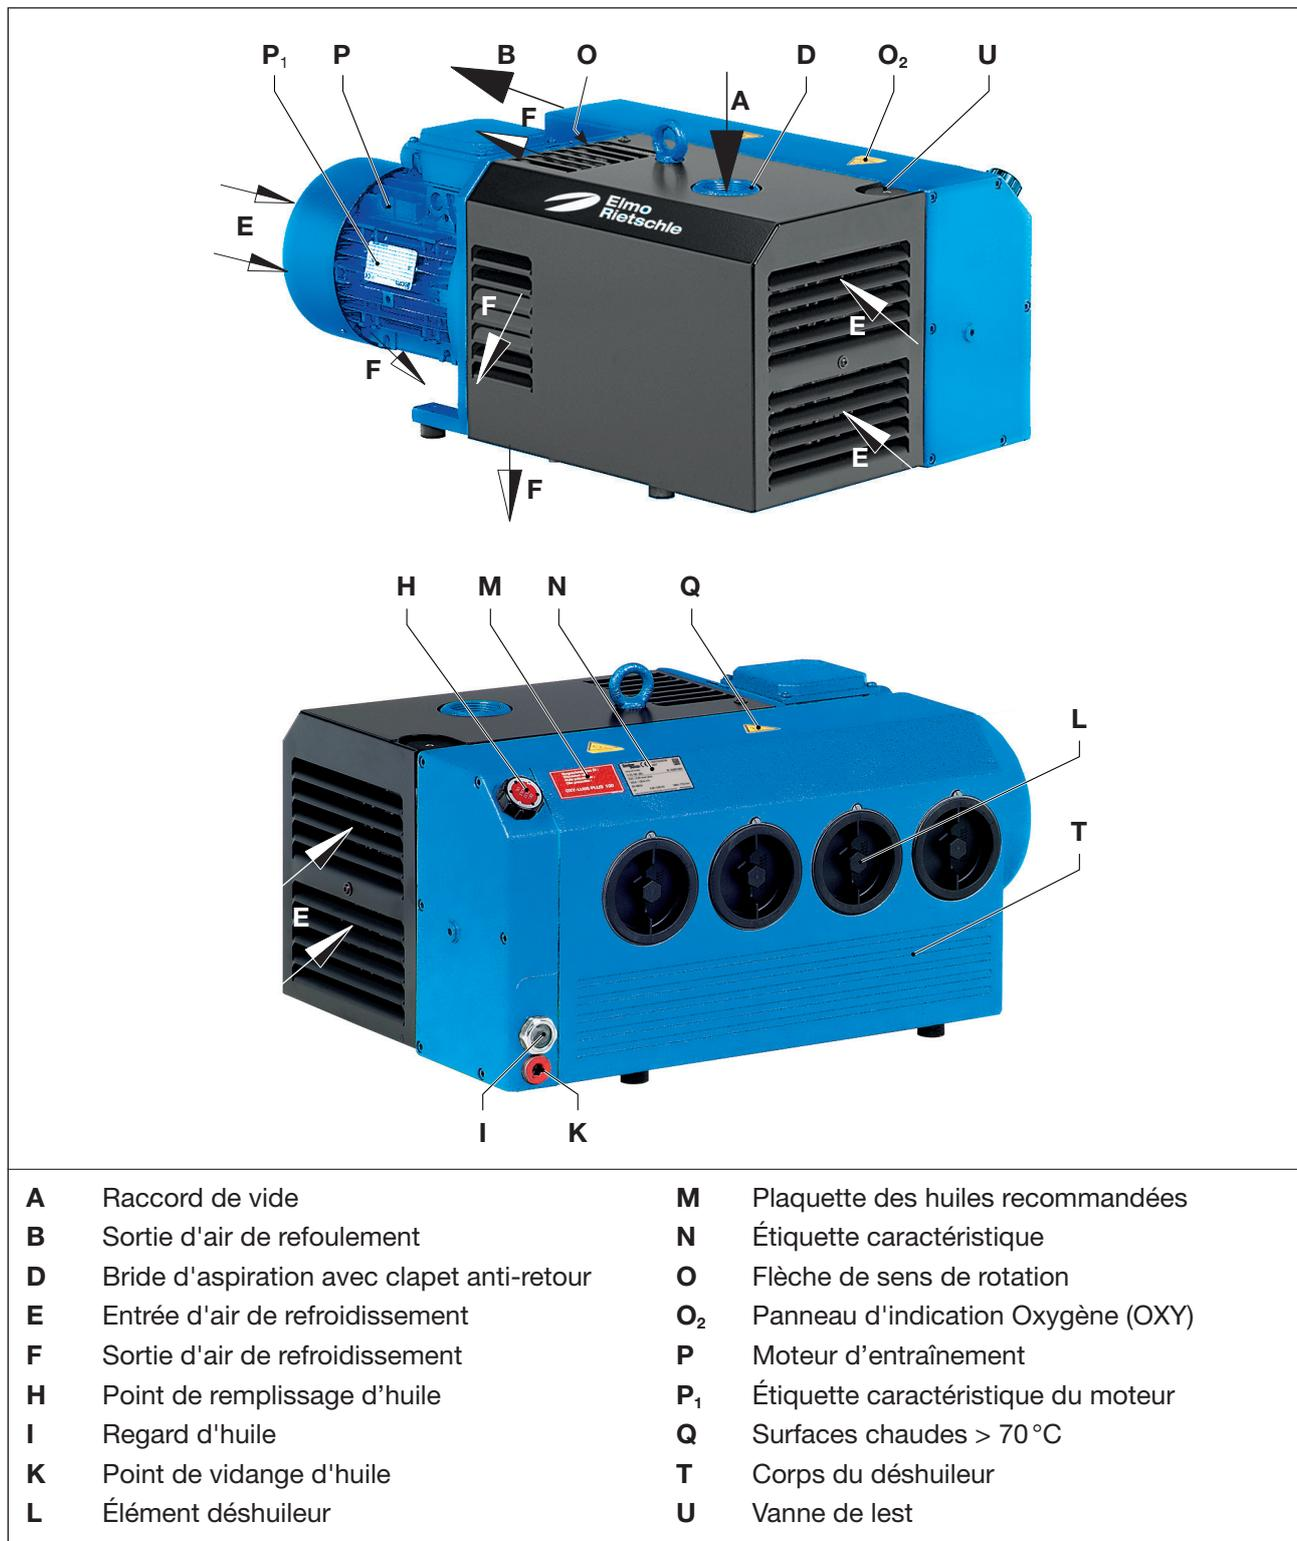

Fig. 2 Pompe à vide V-VC 40-150 OXY
Une vanne de lest de série (Fig. 2/U) empêche la condensation de petites quantités de vapeur d'eau à l'intérieur de la pompe lorsque la pompe est à température de service. La compatibilité avec la vapeur d'eau peut varier en fonction de l'exécution de la pompe (voir Info I200).
- la bride d'aspiration (Fig. 2/D), le point de remplissage d'huile (Fig. 2/H), le regard d'huile (Fig. 2/I), la vidange d'huile (Fig. 2/K), le lest d'air (Fig. 2/U) et le corps du déshuileur (Fig. 2/T) doivent être facilement accessibles